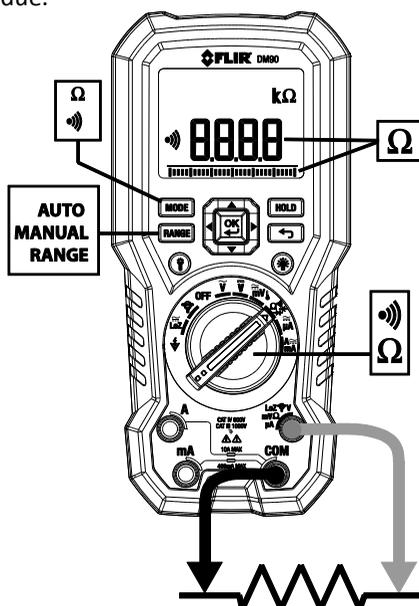

Fig. 5-2 Mesure de la résistance et de la continuité
1. Reportez-vous à la fig. 5-2. Mettez le sélecteur de fonction sur la position .